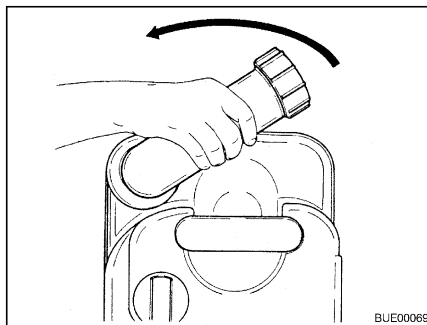

Fig. 189 Tourner la tubulure d'évacuation
- Tourner la tubulure d'évacuation vers le haut (Fig. 189).